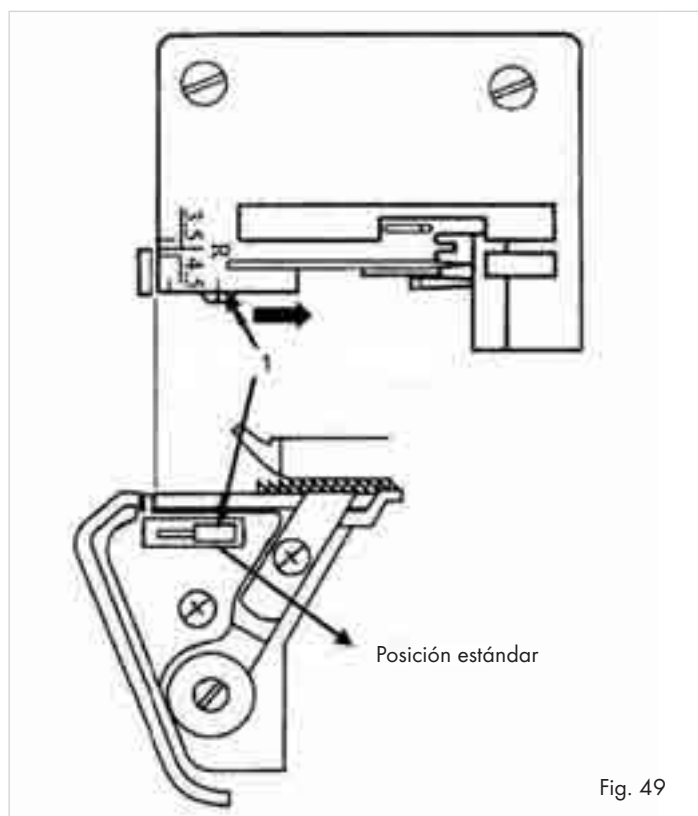

Fig. 49
- Abra la tapa frontal ⑩.
- Deslice el interruptor de ancho de costura ⑳ a la „S“, de esta forma se empuja la guía de ancho de costura (1)(fig. 49) hacia delante.